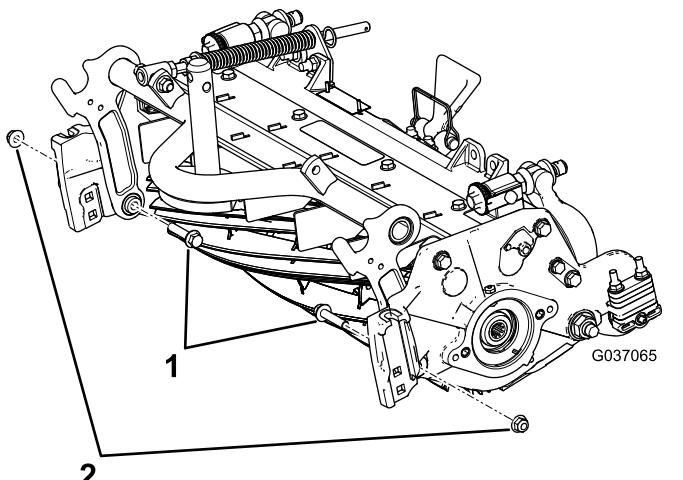

Bild 5
- B. Schrauben Sie die beiden vorhandenen Bundkopfschrauben von innen in die Schneideeinheit und sichern Sie diese mit Sicherungsbundmuttern ($\frac{3}{8}$ ") (Bild 5).